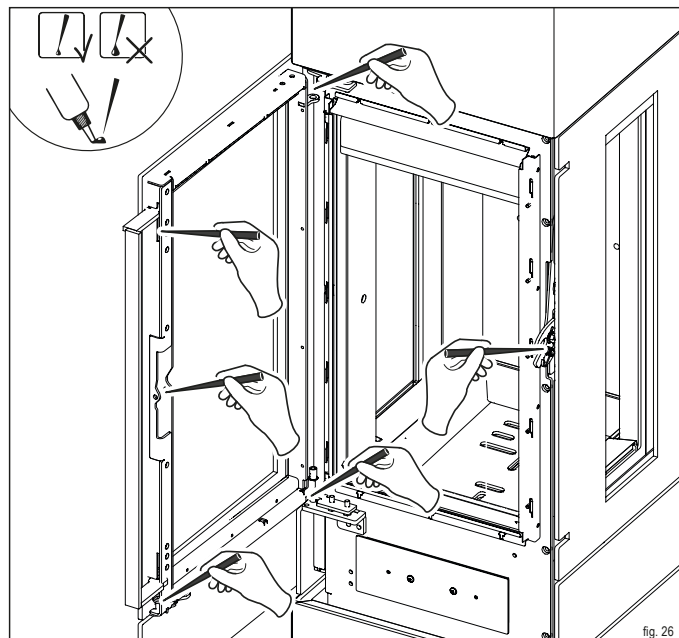

fig. 26
- ▶ Lubrificare i punti con il grasso speciale contenuto nella Startbox (fig. 26).